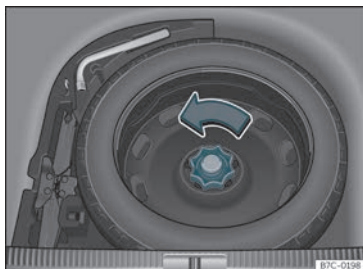

Fig. 213 No maleteiro: piso de carga alzado.
- Xire a roda no sentido contrario ás agullas do reloxo» fig. 213 .